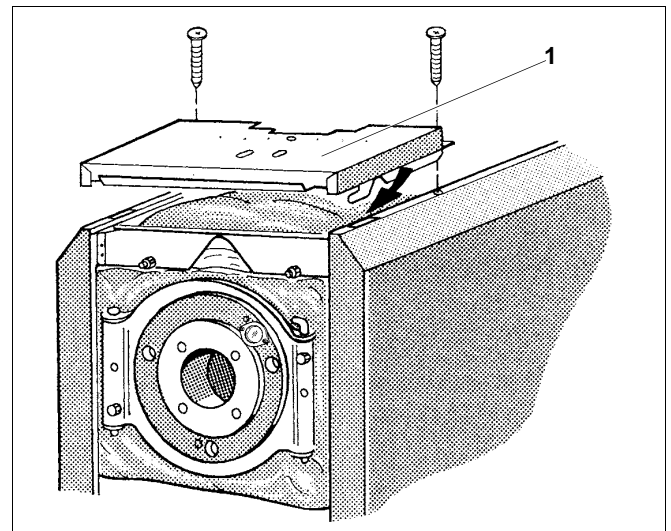

Abb. 12 Vordere Kesselhaube montieren
- Vordere Kesselhaube (Abb. 12, **Pos.1**) oben auf die Seitenwandabkantung legen und nach vorne ziehen, bis die Haken rechts und links in die Schlitze einrasten (Abb. 12).
- Vordere Kesselhaube (Abb. 12, **Pos.1**) mit 2 Blechschrauben durch die Laschen der Kesselhaube und der Seitenwandabkantung in den seitlichen Traversen festschrauben (Abb. 12, Pfeil).